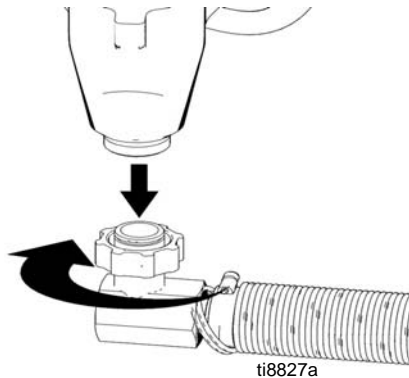

FIG. 13
3. (Abb. 13) Ansaugschlauch (114) entfernen.